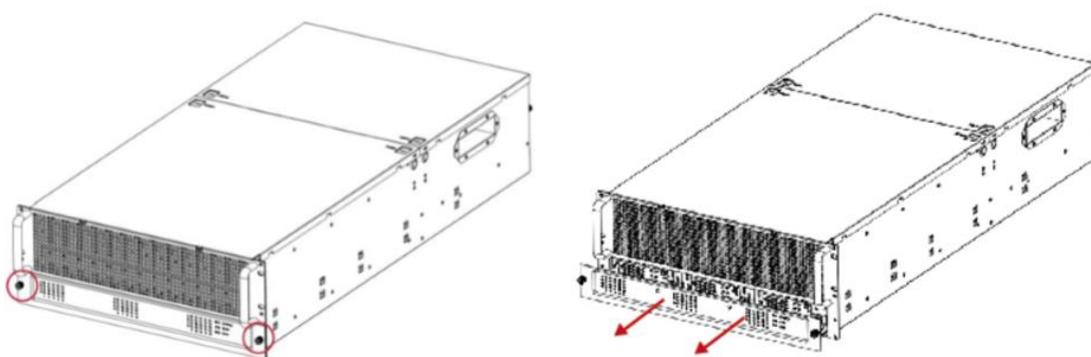

Рисунок 109 - Демонтаж модуля объединительной платы НМД
- 3) Держать рычаг объединительной платы, чтобы вытащить заднюю панель из корпуса модуля хранения (см. Рисунок 109).